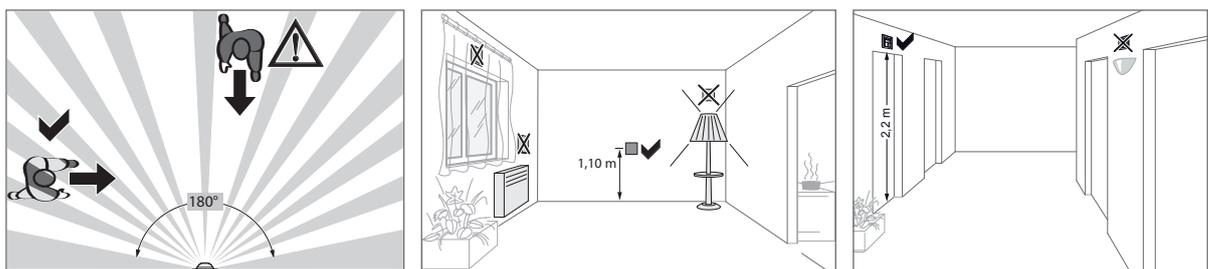

Bild 4: Montageort von Bewegungsmeldern
-  Bewegungsrichtung beachten: Unterschieden wird zwischen darauf zugehen und quer gehen. Bewegungen quer zum Bewegungsmelder können besser erfasst werden als Bewegungen auf den Bewegungsmelder zu (Bild 4).
- Störquellen im Erfassungsbereich vermeiden. Störquellen, z. B. Heizkörper, Lüftungs-, Klimaanlage und abkühlende Leuchtmittel können zu ungewollten Schaltungen führen (Bild 4).